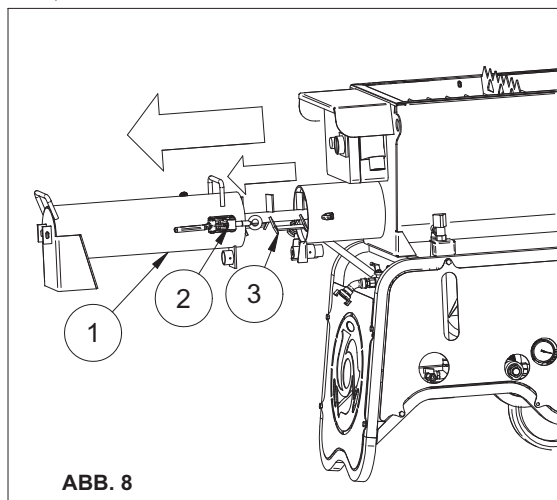

ABB. 8
13. REINIGEN UND AUSSCHALTEN DER MASCHINE (siehe Abb. 8)